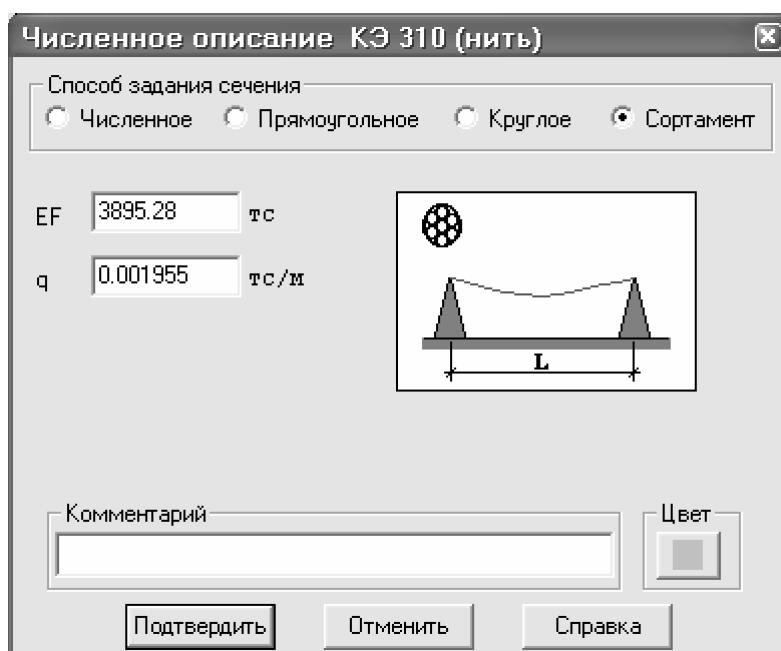

Рис.8.12. Диалоговое окно Численное описание КЭ 310 (нить)
- Активизируйте радио-кнопку **Сортамент** в диалоговом окне **Численное описание КЭ 310 (нить)** (рис.8.12).